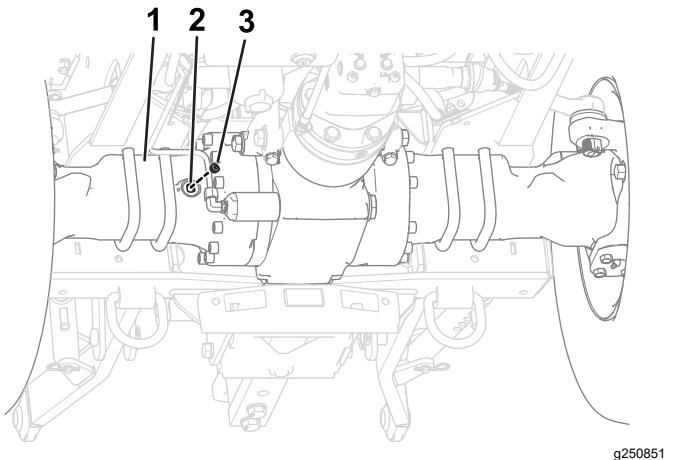
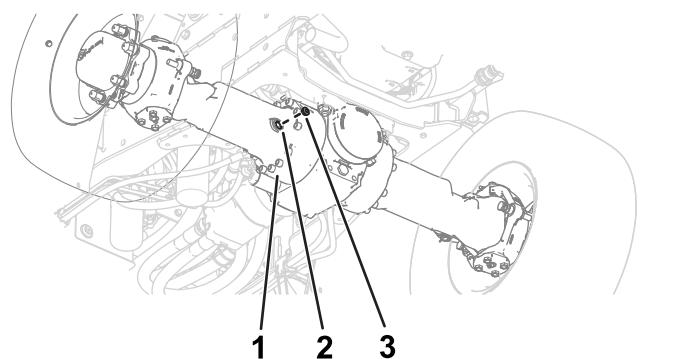

図 98
図 97
3. 目視点検ポートから内部を覗き込んで、オイルがポートのねじ切り部まであるかどうか調べる図 97と図 98。
6. 目視点検ポートにプラグを取り付ける図 97と図 98。
注 後アクスルの目視点検ポートについては図 98を参照。